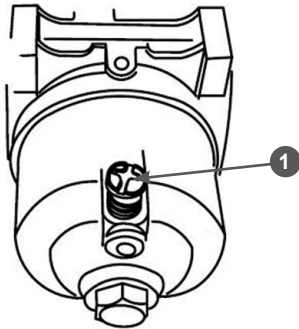

Рис. 13. Обслуживание карбюратора
2. Открутите винт 1 сливного отверстия на 2-3 оборота и слейте топливо из поплавковой камеры карбюратора (Рис. 13).
1. Слейте топливо из топливного бака и карбюратора (Рис. 13).